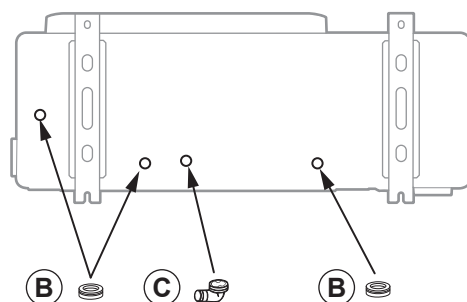

fig. 18 - Plaatsing van de buitenunit, afvoer van de condensaten
- In bedrijf kan er water uit de buitenunit sijpelen. Plaats het apparaat niet op een terras, maar bij voorkeur op een goed gedraineerd ondergrond (grindbed of zand). Als de installatie in een gebied wordt uitgevoerd waar de temperatuur beneden het vriespunt zakt, ervoor zorgen dat de aanwezigheid van ijs geen gevaar oplevert. Het is ook mogelijk een afvoerslang aan de condensaatafvoerbak aan te sluiten (zie fig. 18).
De buitenunit moet zich ten minste 50 mm boven de grond bevinden. In besneeuwde gebieden moet een grotere hoogte voorzien worden, maar deze mag nooit groter zijn dan 1.5 m (fig. 18).
(zie fig. 18).